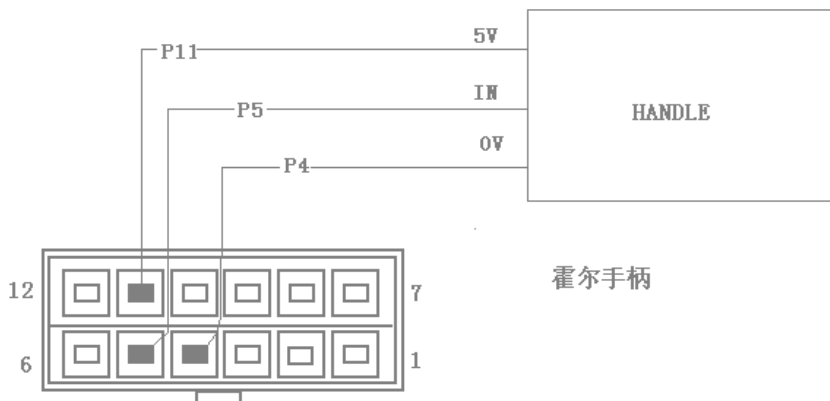

图 8
3、霍尔手柄与控制器的接线（见图 8）。
使用速度调节霍尔手柄按照图 8 所示，在 P11, P4, P5 端子之间连接上霍尔手柄（霍尔手柄电源 5V，输出 1-4.2V）